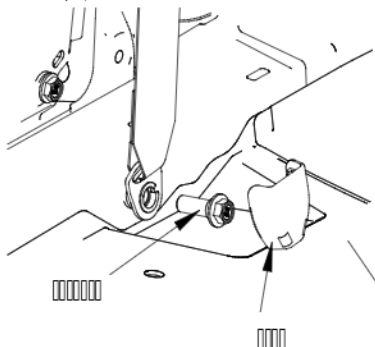

图 1-1
3、将 B 柱下部的螺栓护盖向外扳将其拆卸, 然后拆除连接件固定螺栓。螺栓拧紧力矩 $42\text{N}\cdot\text{m}$ (图 1-1)。